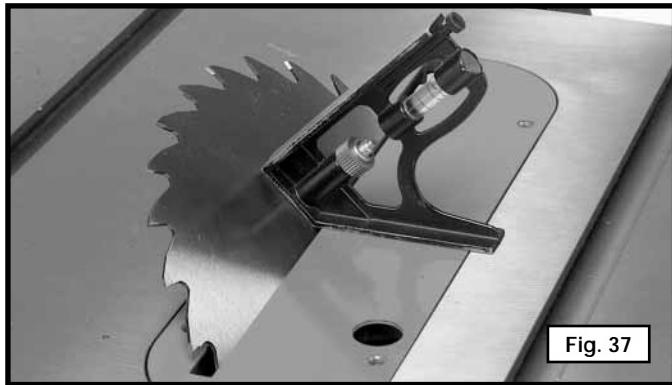
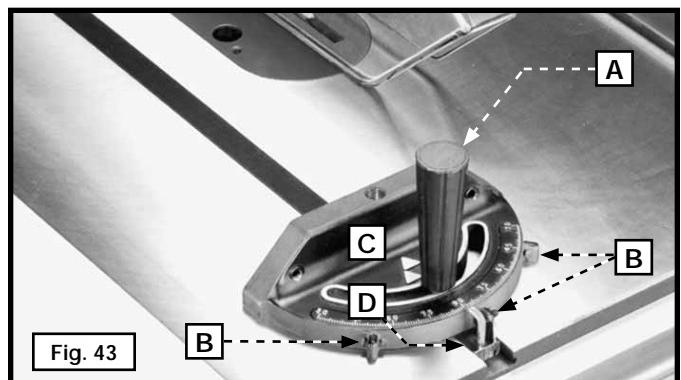

Fig. 37
Fig. 43
4. Gire el volante de inclinación de la hoja hacia la izquierda lo más posible. Use una escuadra para comprobar si la hoja está a 45° del banco (Fig. 37). Para ajustarlo, gire el volante de inclinación de la hoja hacia la derecha hasta que pueda ver el tornillo (D) Fig. 43 y la tuerca de bloqueo (C). Afloje la tuerca de bloqueo (C) y ajuste o afloje el tornillo (D) hasta que la cabeza del tornillo (D) entre en tacto con la pieza de fundición en el soporte giratorio frontal cuando la hoja esté a 45° del banco. Ajuste la tuerca de bloqueo (C).
El cuerpo del calibrador de inglete (C) puede detenerse a 90° y 45° tanto a la derecha como a la izquierda si volteá el enlace del tope para sacarlo y mueve el cuerpo del calibrador (C) más allá de las marcas de 90° y 45°; y volteá el enlace del tope (D) nuevamente a su lugar de manera que éste pueda entrar en contacto con los tornillos (B). Para girar el cuerpo del calibrador de inglete más allá de estos puntos, volteá el enlace del tope (D) Fig. 43, para sacarlo.
7. Instale las tres correas nuevas, una por vez en las ranuras de la polea del eje (F) Fig. 43, y la polea del motor.